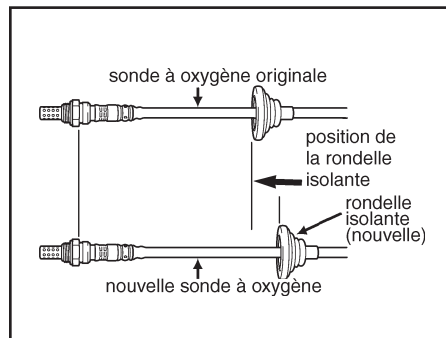

fig. 1
- En partant de l'extrémité de la sonde, comparer et placer la nouvelle rondelle isolante de la sonde à oxygène au même emplacement que sur la sonde à oxygène initiale (voir fig. 1).